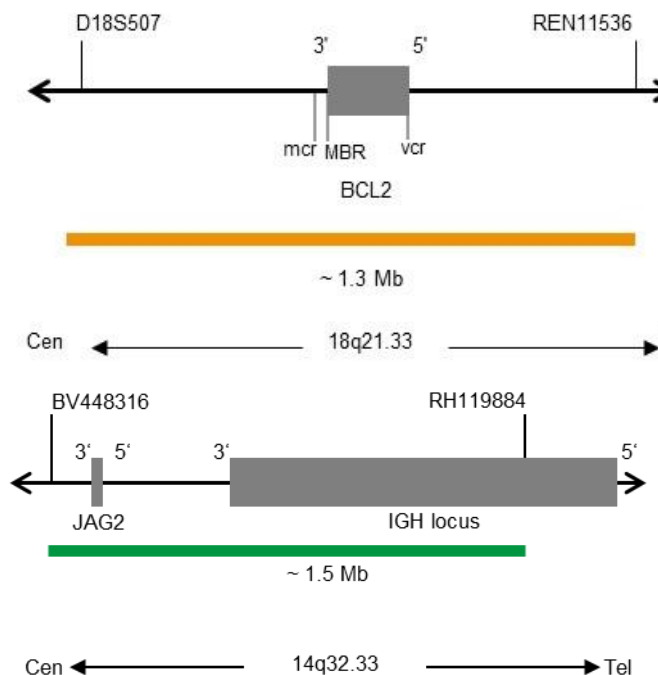

Abb. 1: Oben: SPEC BCL2 Sondenlokalisation; Unten: SPEC IGH Sondenlokalisation (nicht maßstabsgetreu)
- ZyOrange (Anregung 547 nm/Emission 572 nm) markierten Polynukleotiden (~6 ng/ $\mu$ l), die gegen Sequenzen in 18q21.33\* (chr18:60,180,078-61,507,691) gerichtet sind, welche die BCL2-Genregion enthalten (siehe Abb. 1).
- ZyGreen (Anregung 503 nm/Emission 528 nm) markierten Polynukleotiden (~12 ng/ $\mu$ l), die gegen Sequenzen in 14q32.33\* (chr14:105,462,169-106,995,000) gerichtet sind, welche die IGH-Genregion enthalten (siehe Abb. 1).